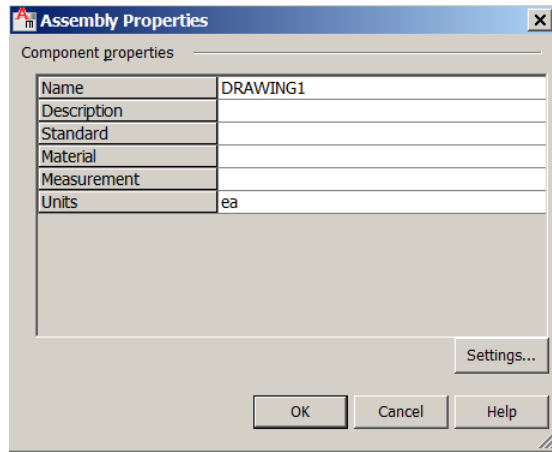

Рис. 8.6. Вікно властивостей складання
8.7), як при натисканні кнопки  стрічки "**Annotate – BOM – Assembly Properties**". Якщо кресленик вміщує кілька деталей, то в вікні виводиться інформація щодо складання, якщо деталей одна, то зміст вікна співпадає з змістом вікна властивостей деталі (рис. 8.6).